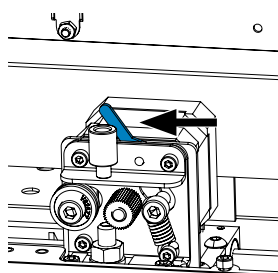

Fig. 25
- ⇒ Coloque la palanca de la parte superior de la extrusora hacia la izquierda (Fig. 25).